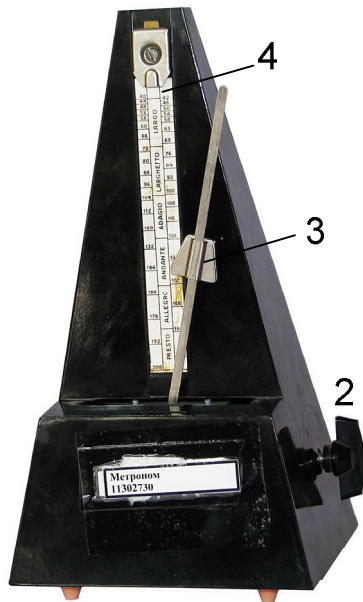

Рис. 6
**Метроном.** В деяких демонстраційних дослідах та лабораторних роботах необхідний відлік рівних проміжків часу. Для цього використовують механічний чи електронний метроном. Механічний метроном (рис. 6) дає можливість відліку рівних проміжків часу в межах від 40 до 200 ударів за хвилину. Метроном – це простий годинниковий механізм з маятником, період коливань якого можна змінювати, переміщуючи спеціальний вантаж. Механізм метронома приводиться в дію з допомогою пружини.
1. Зняти кришку 1 з приладу (на рис. 6 кришка з метронома знята).